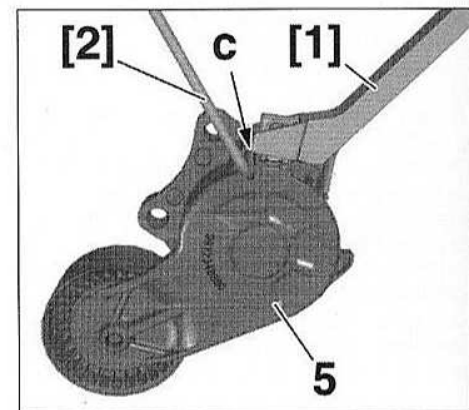

FIG.7
- Mettre en place l'outil [2] dans le trou de pigeage (c) (Fig.7).